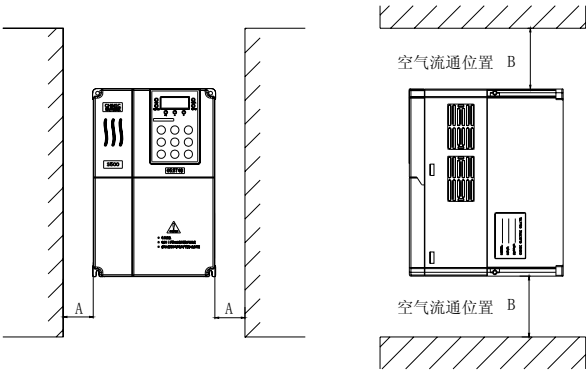

图 3-1 S500 变频器安装示意图
1、请垂直安装变频器，便于热量向上散发，但不能倒置。若柜内有较多变频器时，最好是并排安装。在需要上下安装の場合，请参考图 3-1 的示意，安装隔热导流板。
2、安装空间遵照图 3-1 所示，保证变频器的散热空间，但布置时请考虑柜内其它件的散热情况。